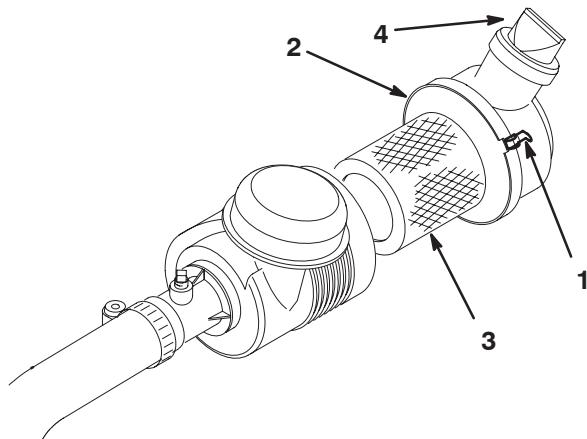

Bild 45
1. Lösen Sie die Laschen, mit denen die Luftfilterabdeckung am Luftfilterkörper befestigt ist (Bild 45).
6. Montieren Sie die Abdeckung und befestigen Sie sie mit den Laschen (Bild 45).